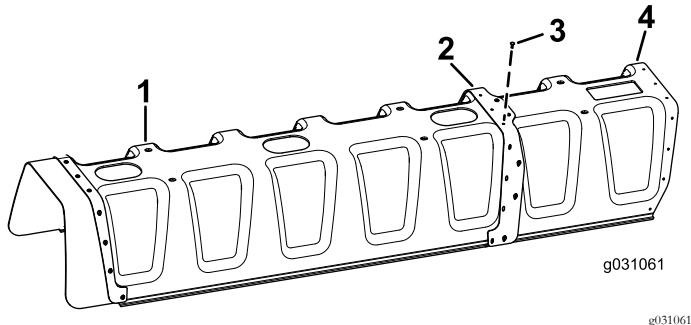

图6
2. 将 11 个弹伸铆钉 $3/16 \times 1/2$ 英寸和垫圈 $3/16$ 英寸安装到加强板将 11 喷嘴护罩连接至 12 喷嘴护罩上 图6。